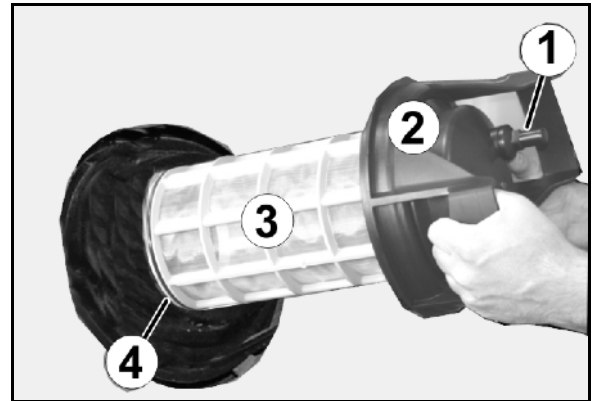

图 142
- 每天清洁打药机后，再清洗吸滤器（图 142）。
- 为吸滤器上的（图 142/4）下部O型环涂抹润滑脂。确保O型环正确安装。
1. 拧开吸滤器的盖子（图 142/2）。
2. 取出盖子与吸滤器（图 142/3）并用水清洗。
5. 拧开吸滤器的盖子（图 142/2）。
6. 操作吸滤器减压阀（图 142/1）。
7. 取出盖子与吸滤器（图 142/3）并用水清洗。